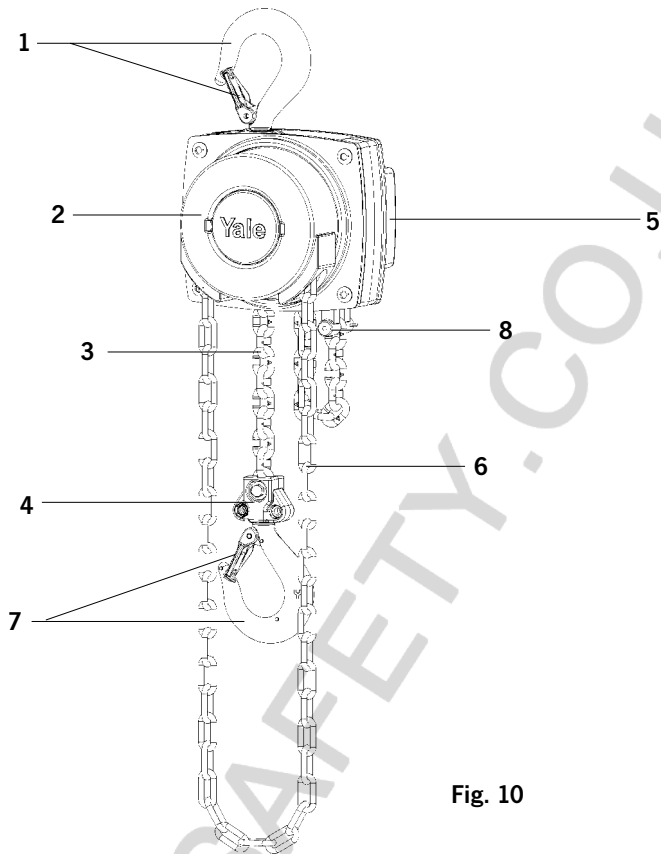

Fig. 10
- Het kettingeindstuk mag niet als bedrijfsmatige hijshoogtebegrenzing gebruikt (Fig. 10).
Door aan de handketting te trekken (Fig. 10) in de richting van heffen sluit men de rem.